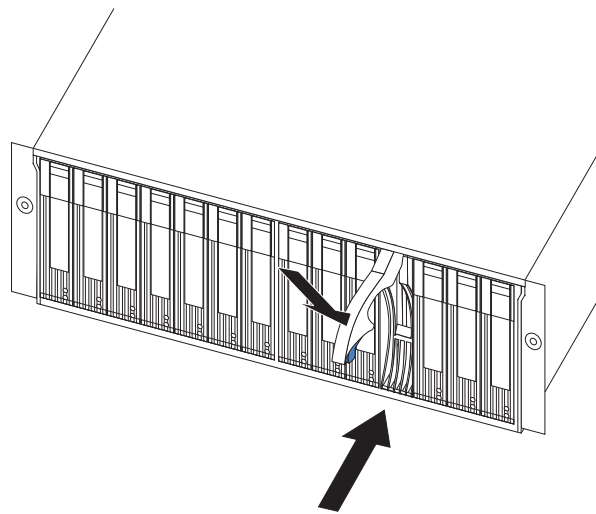

図 38. ホット・スワップ・ハード・ディスク・トレイ・ハンドルを閉じる
- d. 図 38 に示すように、トレイ・ハンドルを閉じる (ラッチがかかった) 位置に押し下げます。